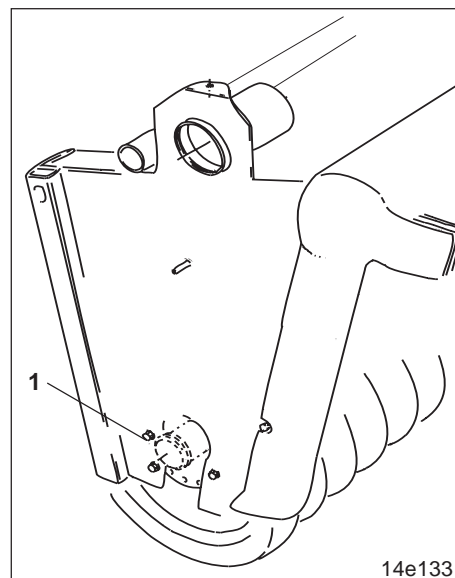

Fig. 12.7
- Walzenrahmen abschrauben; dazu sind die 5 Skt.-Schrauben (Fig. 12.7/1) beidseitig herauszuschrauben